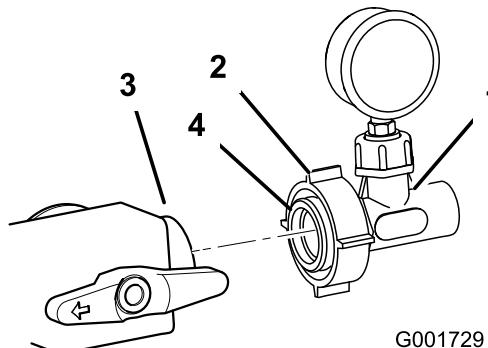

Figura 16
16. Lubrificate l'O-ring nel riduttore con un lubrificante non a base di petrolio, quale un olio vegetale (Figura 16).
17. Installate il gruppo dell'indicatore di pressione ai punti di connessione aperti anteriori nella valvola di regolazione precedentemente installata (Figura 16).